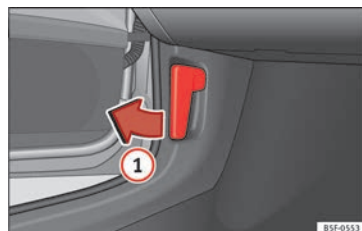

Bild 8 Lossa spaken vid förarens fotutrymme
- Öppna motorhuv: Dra i spaken under instrumentbrädan » **bild 8 1**.